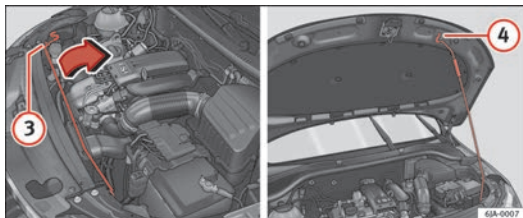

Abb. 124 Motorraumklappen-Verriegelung
- Nehmen Sie die Klappenstütze (3) ⇒ Abb. 124 in Pfeilrichtung aus der Halterung und sichern Sie die geöffnete Motorraumklappe, indem Sie das Ende der Stütze in die dafür vorgesehene Öffnung (4) einsetzen.